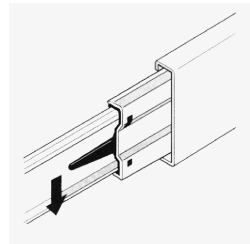
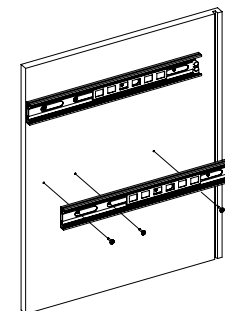

Рис.1
Рис.2
1. Подготовьте детали к сборке. Отсоедините от основания телескопических направляющих внутренние планки, отогнув пластиковый рычажок фиксатора (Рис. 1). Основания телескопических направляющих закрепите на деталях 5, 6 шурупами 3,5х16 (Рис. 2).